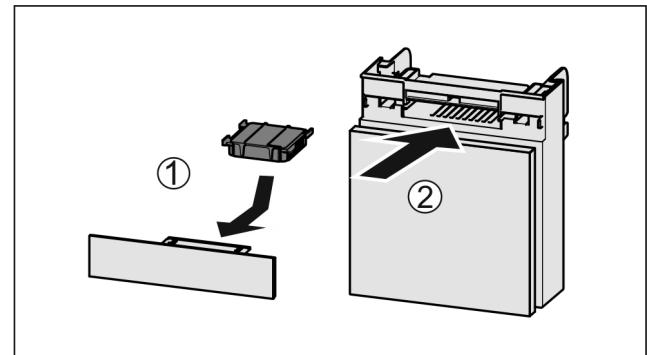

Fig. 119
- Aktivkohlefilter nach Abbildung einsetzen Fig. 119 (1).
► Fach einschieben Fig. 119 (2).